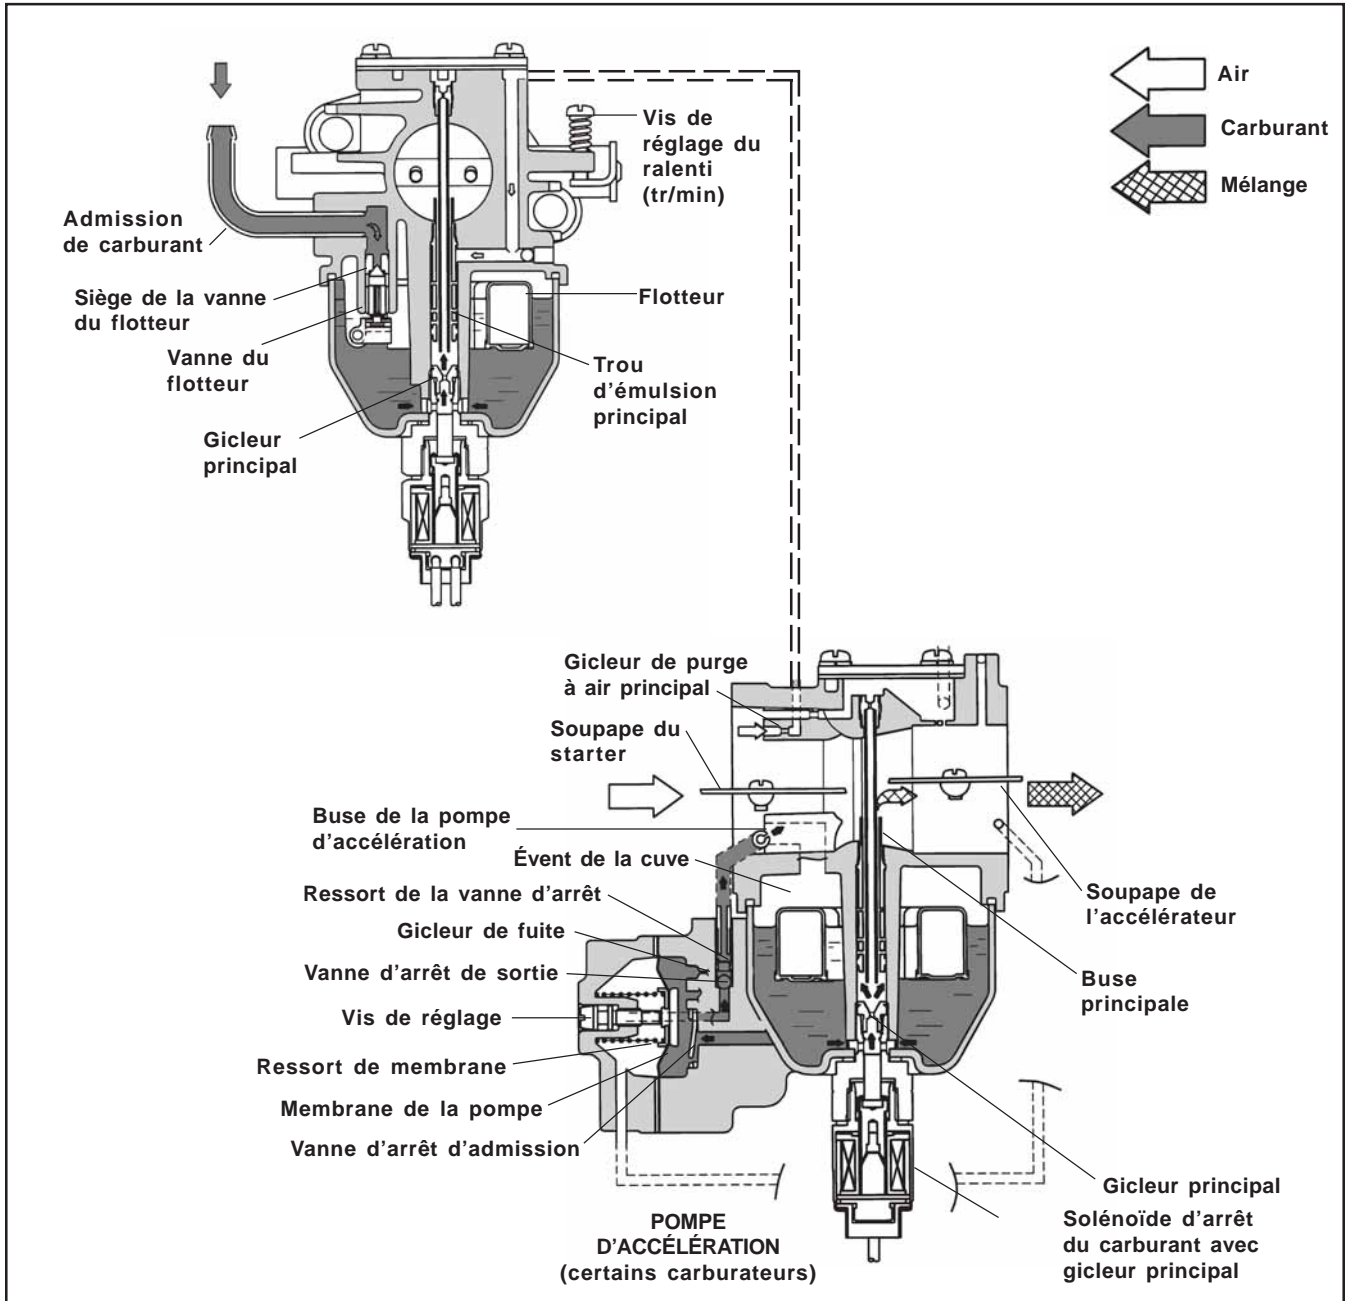

Figure 5-3. Circuit principal.
**Circuit principal :** (Voir Figure 5-3) À haute vitesse/charge, le moteur fonctionne sur le circuit principal. Une quantité dosée d'air est aspirée à travers le gicleur de purge d'air principal et du carburant est aspiré à travers le gicleur principal. L'air et le carburant sont mélangés dans la buse principale puis pénètrent dans le corps principal du débit d'air, où l'air et le carburant sont encore mélangés. Le mélange pénètre ensuite dans la chambre de combustion. Le carburateur est équipé d'un circuit principal fixe ; aucun réglage n'est possible.